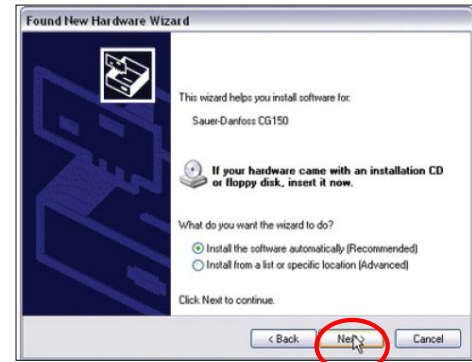

Figure 17. Installation du pilote CAN
4. Lorsque le câble de la passerelle CAN est connecté à l'ordinateur portable pour la première fois, il est nécessaire d'installer le logiciel du pilote CAN. L'écran d'installation apparaît (Figure 17). Cliquez sur « Suivant » pour installer le logiciel automatiquement (par défaut).